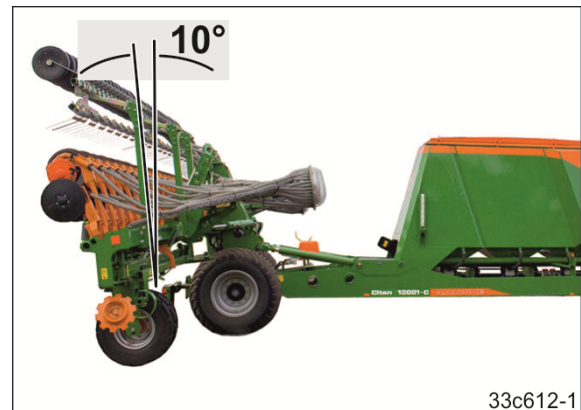

Fig. 230
4. Das Steuergerät *grün 1* solange betätigen, bis der Heckrahmen ca. 10° vor der Senkrechten steht (siehe Fig. 230).
Die Neigung des Heckrahmens (siehe Fig. 230) evtl. korrigieren.